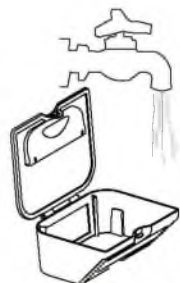

Рис.5
02. Пилозбірник та фільтри можна промити водою (Рис.5).